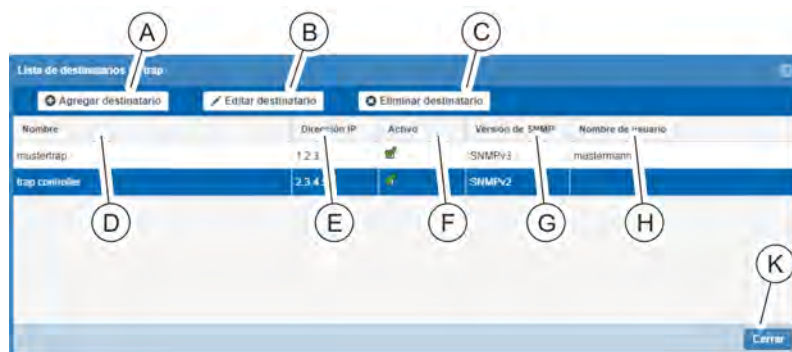

Fig. 139: Ventana "Lista de destinatarios de trap"
- ⇒ Se abre la ventana "Lista de destinatarios de trap" (Fig. 139).
- (A) Botón "Agregar destinatario" para agregar un destinatario de trap
- (B) Botón "Editar destinatario" para modificar un destinatario de trap
- (C) Botón "Eliminar destinatario" para eliminar un destinatario de trap
- (D) Columna "Nombre" con la denominación del destinatario de trap
- (E) Columna "Dirección IP" con la dirección IP del destinatario de trap
- (F) Columna "Activo" con la indicación de si el destinatario de trap está activo o inactivo.
- (G) Columna "Versión de SNMP" con la indicación de la versión de SNMP del destinatario de trap
- (H) Columna "Nombre de usuario" con la indicación del nombre de usuario
- (K) Botón "Cerrar" para cerrar la ventana
3. ➤ Cree un destinatario de trap con el botón "Agregar destinatario" (Fig. 139/A).
Se pueden definir destinatarios de trap con el protocolo SNMPv1/SNMPv2 o bien con el protocolo SNMPv3 (Fig. 139).
4. ➤ Tras configurar los destinatarios de trap, cierre la ventana con el botón "Cerrar" (Fig. 139/K).